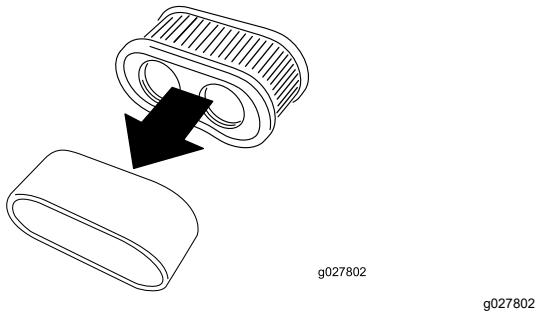

Figure 39
5. Séparez l'élément en mousse de l'élément en papier (Figure 39).